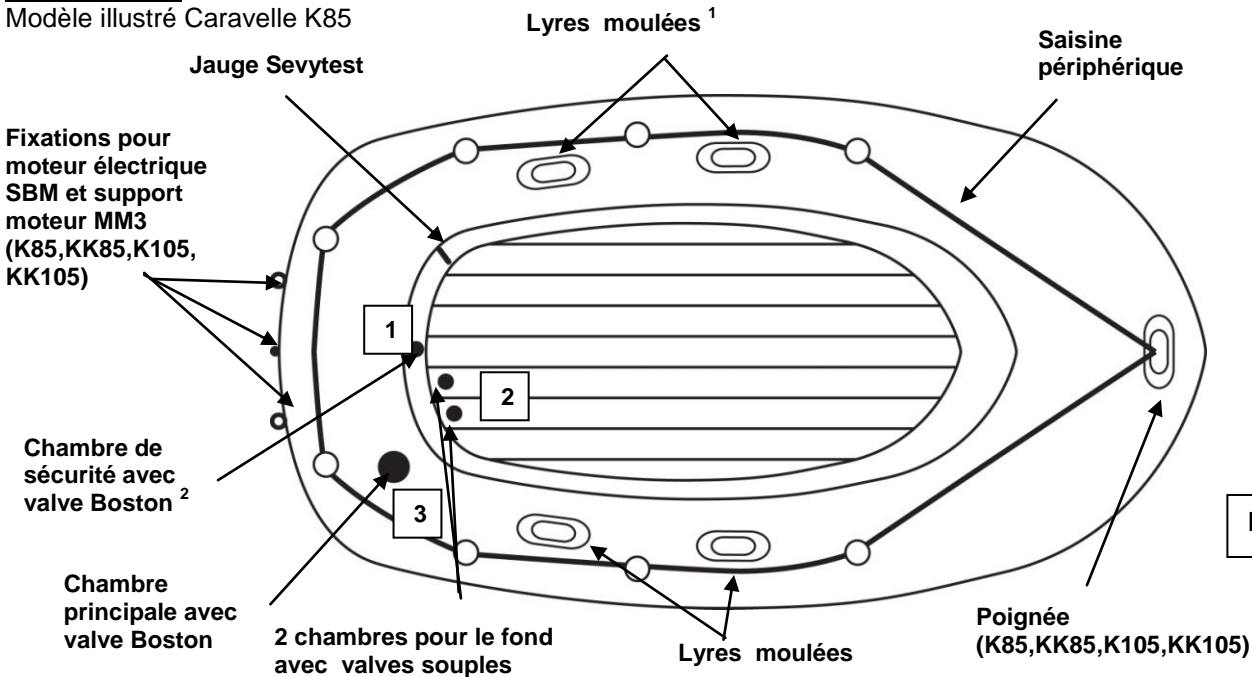

Figure 1
- Valve(s) Boston (figure ci-contre) : dévissez le capuchon de la valve (1), vissez le corps de la valve (2) dans la base de la valve (3) ; veillez à ce que le capuchon reste accessible. Insérez l'extrémité du tuyau de gonfleur dans la valve et gonflez jusqu'à atteindre le niveau de pression recommandé (voir point 3). Après gonflage, fermez bien toutes les valves avec leur capuchon (dans le sens des aiguilles d'une montre). **N.B.** : une légère fuite d'air avant la fermeture des valves avec leur capuchon est normale, seul le capuchon des valves assure l'**ETANCHEITE**.
- Gonflez le bateau selon l'ordre de gonflage indiqué sur la plaque d'immatriculation imprimée sur le bateau (voir également figure 1, la numérotation des valves).
- Niveau de pression maximal : **la pression d'utilisation de ce produit est de : 0,06 bar (= 60 mBar). Ne la dépassez pas.** Votre bateau est équipé d'une jauge Sevytest qui permet de vérifier la pression. Gonflez tout d'abord la chambre de sécurité (voir figure 1) jusqu'au repère "A" du Sevytest, puis la chambre principale (voir figure 1) jusqu'au repère "B". **Surpression** : dégonflez jusqu'à atteindre le niveau de pression recommandé. **Baisse de pression** : regonflez légèrement. **N.B.** : il arrive que l'indicateur de la jauge SEVYTEST ne revienne pas à sa position initiale après de fréquents gonflages en raison d'un allongement du PVC sous l'influence de la pression de gonflage. Mais vous pourrez encore vérifier qu'il est positionné dans les limites des niveaux de pression recommandés.